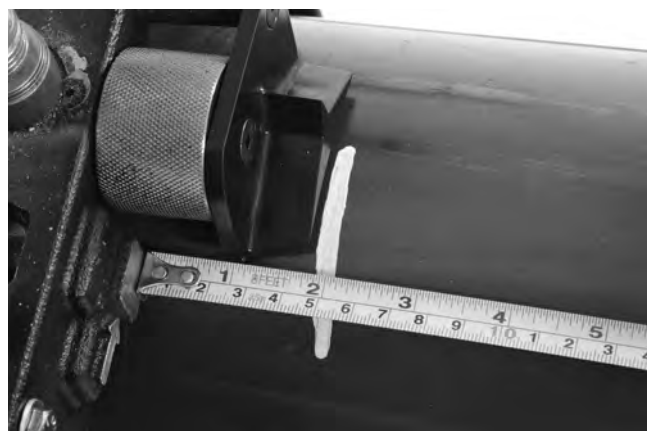

Figure 10 – Alignement du point de coupe
5. Alignez le patin d'alignement à 2" (50 mm) du point de coupe voulu (Figure 10). La coupe doit être située à un minimum de 1" (25 mm) de l'extrémité du tuyau. Cela empêchera la chute de la coupe de se loger dans le carter de lame et endommager la lame. Ne pas utiliser cette scie pour finir l'extrémité des tuyaux.